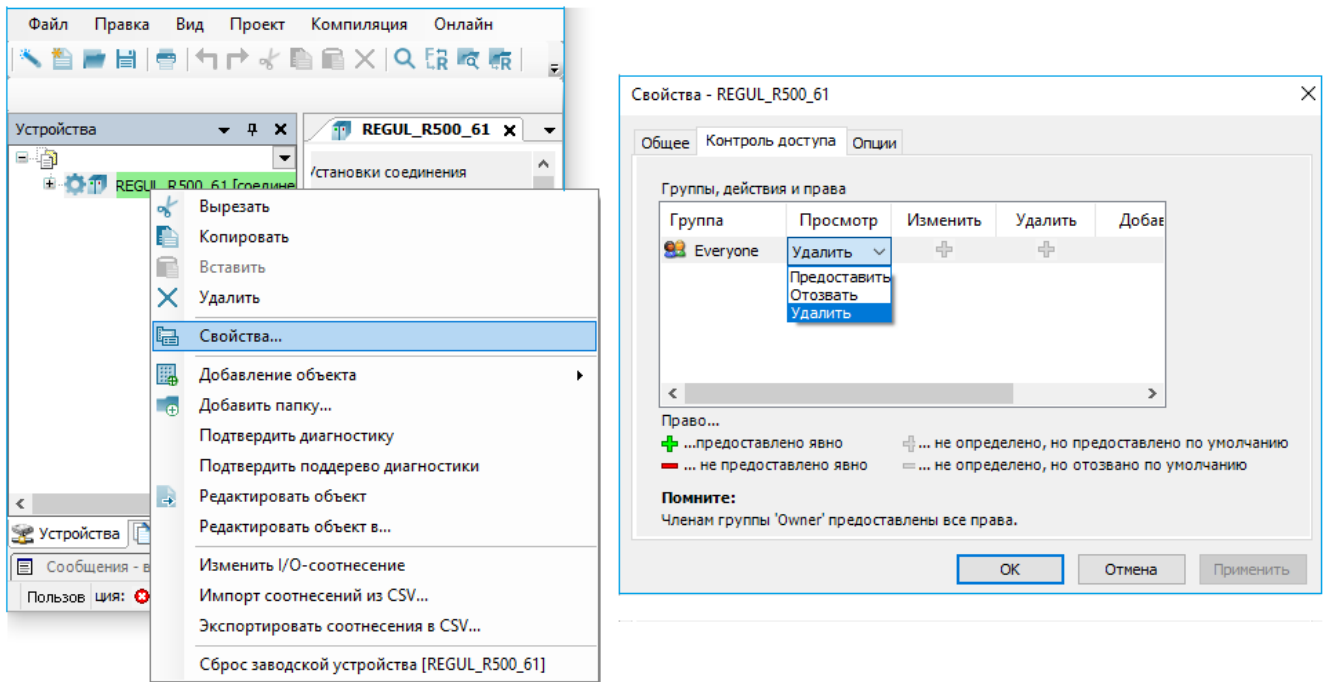

Рисунок 275 – Диалоговое окно контроля доступа
- в всплывшем диалоговом окне перейдите на вкладку **Контроль доступа (Access control)** (Рисунок 275). Здесь можно задать права доступа к текущему объекту для разных групп пользователей. Для того чтобы изменить право на конкретное действие конкретной группы, выберите соответствующее поле, щелкните мышкой, чтобы открылся список для выбора нужного права.